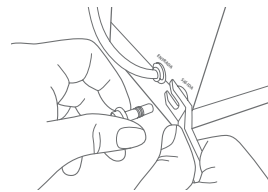

Figura 23.
e. Retira el tapón jalando el mismo hacia ti, manteniendo fuertemente presionado el collar del conector rápido (ver Figura 23).